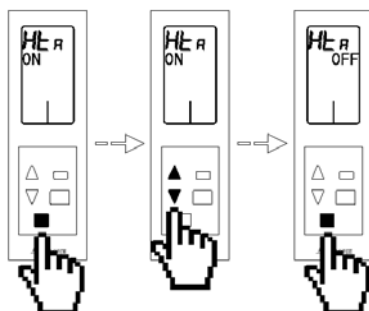

Fig. 112
- **Modo de calor ar Hta:** Este endereço permite ligar, **ON**, ou desligar, **OFF**, o Calor por ar *R* da zona. Para configurar, toque no botão de confirmação , o valor do menu ficará a piscar, indicando que está dentro do menu. Utilize as setas   para seleccionar a opção desejada e toque no botão de confirmação . Se deseja sair do menu toque no botão sair  para voltar ao menu anterior. (Fig. 112)